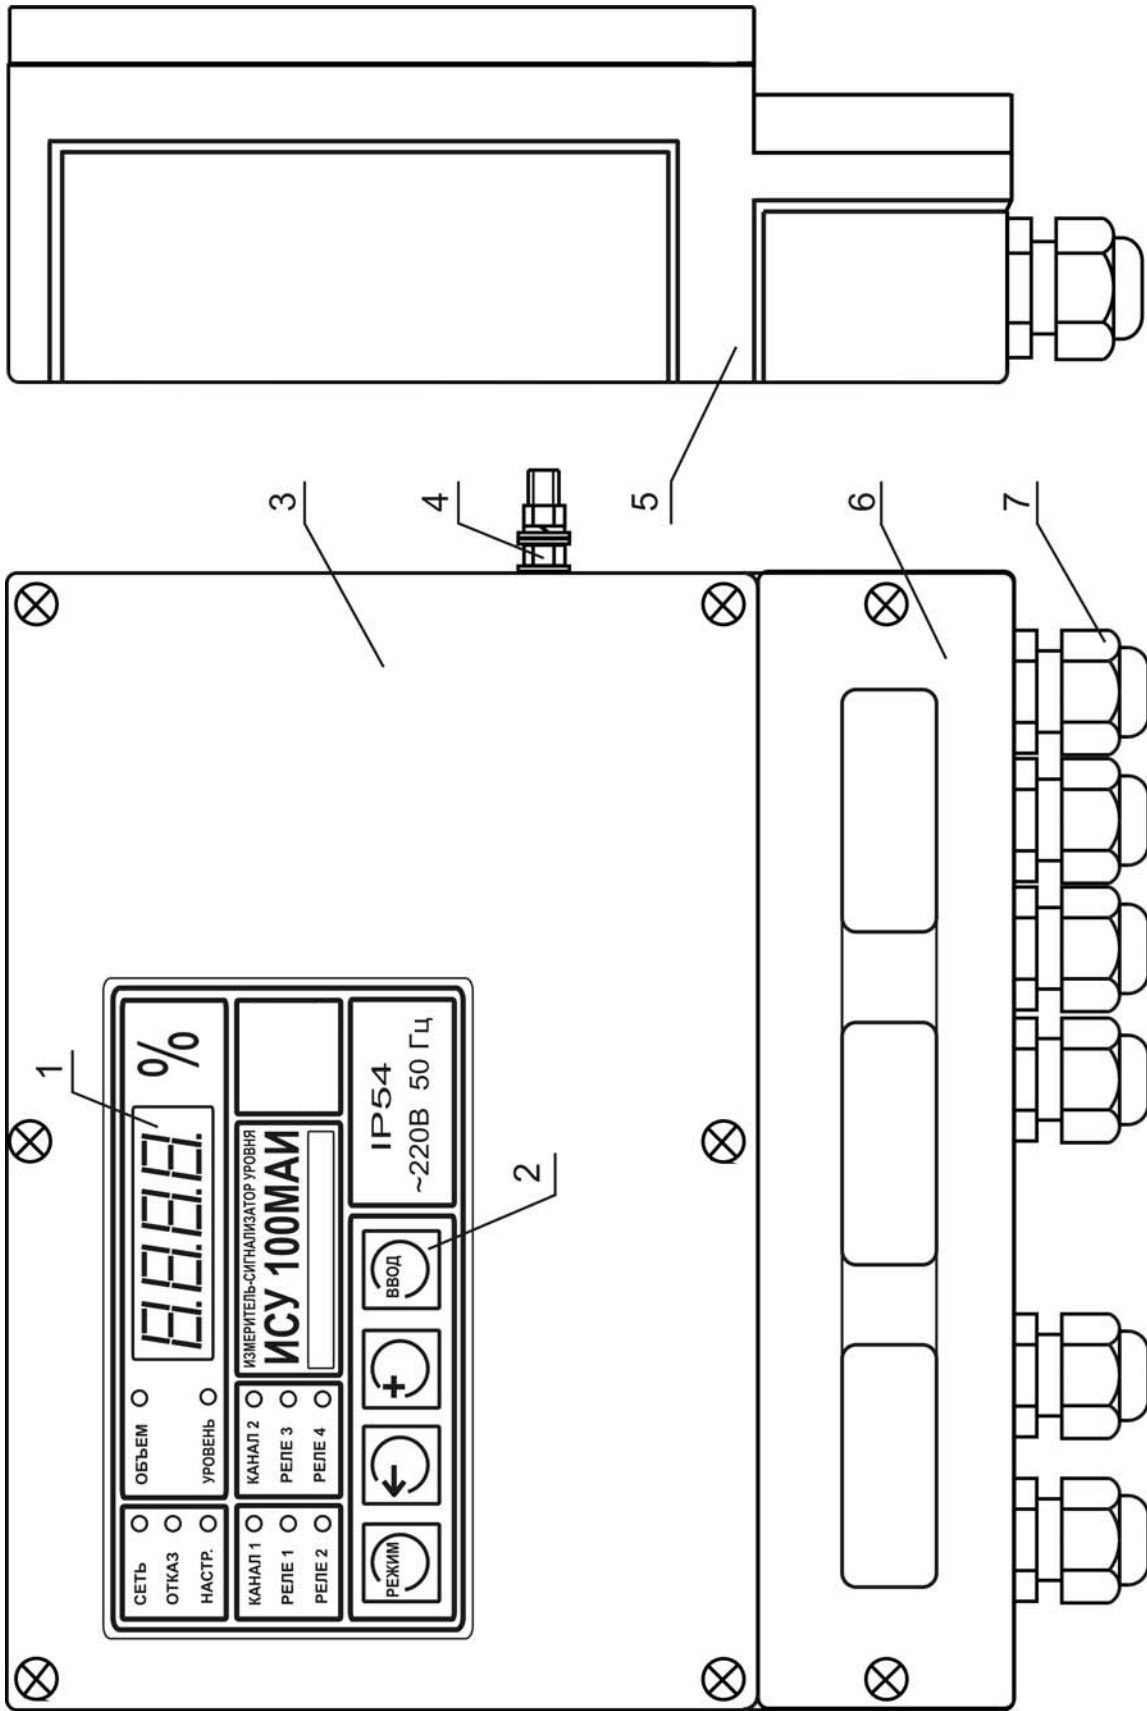

Рисунок 8 – Преобразователь вторичный
1.3.3 Вторичный преобразователь (рисунок 8) состоит из корпуса 5, крышки 6 и электронного модуля, расположенного внутри корпуса. Для подключения заземляющего проводника служит зажим заземления 4. На нижней стороне корпуса расположены шесть кабельных вводов 7.